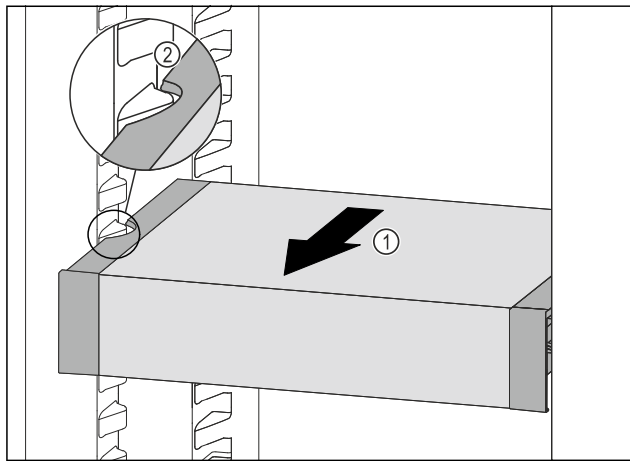

Fig. 214
- Tërhiqni VarioSafe për nga përpara Fig. 214 (1), derisa foletë anësore të VarioSafe të jenë në lartësinë e brinjëve të kutisë në pjesën e ftohjes. Fig. 214 (2)